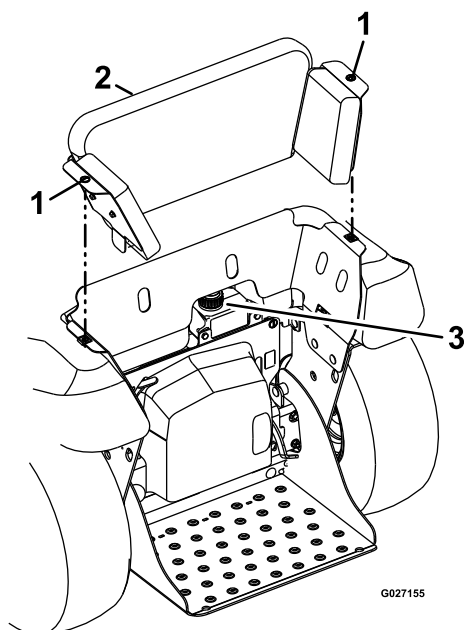

Figure 86
2. Tournez dans le sens antihoraire les 2 fixations quart-de-tour qui fixent le protège-genoux au châssis de la machine (Figure 86).
3. Soulevez le protège-genoux légèrement en arrière et déposez-le de la machine (Figure 86).
4. Nettoyez la surface autour du vase d'expansion et enlevez le bouchon (Figure 86).
7. Revissez fermement le bouchon sur le vase d'expansion (Figure 86).